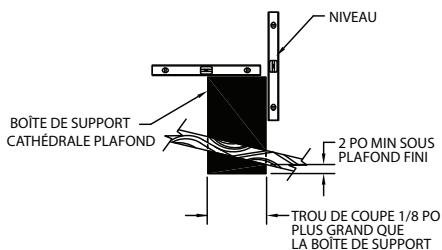

Figure 20
Étape 4. Abaisser la boîte d'encastrement dans l'ouverture du toit jusqu'à ce qu'elle dépasse d'au moins 51 mm (2 pouces) sous le côté inférieur du plafond (**Fig. 20**). La mettre de niveau verticalement et horizontalement à l'aide d'un niveau. Agrafer temporairement la boîte en place dans les murs intérieurs et le voligeage.